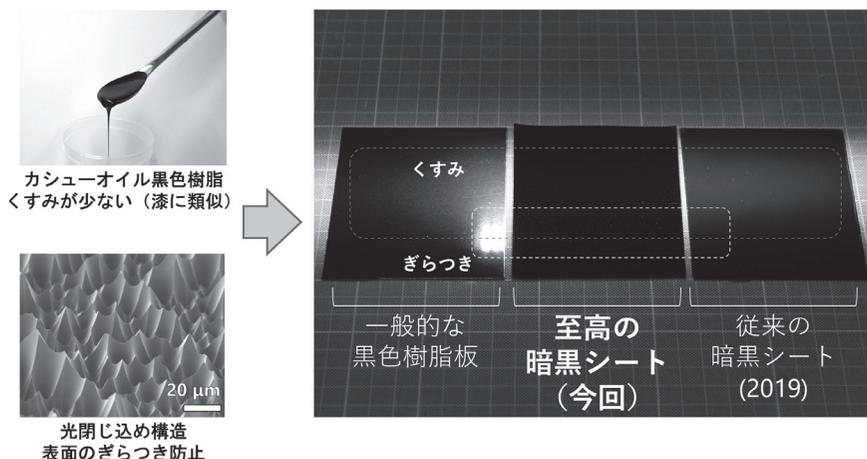
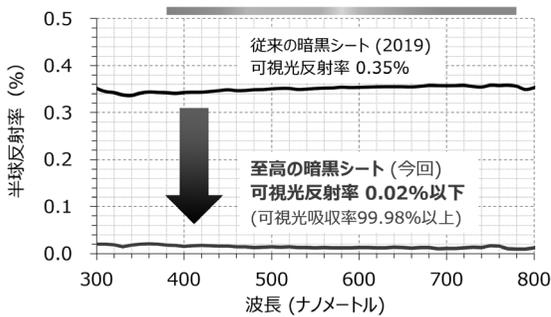
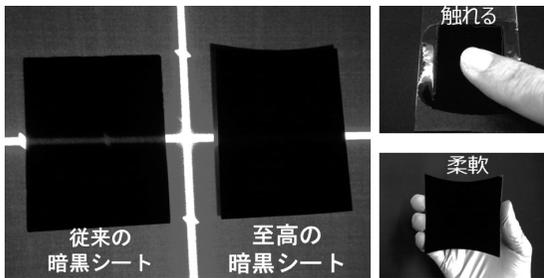

図3 開発した光吸収率99.98%以上の「至高の暗黒シート」。右の写真は、上からライン状の照明をあてた様子。「至高の暗黒シート」では、くすみ（散乱反射）もぎらつき（鏡面反射）も少ない深い黒を実現している。※産総研提供。
図4 至高の暗黒シートの反射率の波長特性（可視光領域）。論文¹に掲載された図（CC-BY 4.0）を改変。
図5 暗黒シートにクロスラインレーザーをあてている様子（左、産総研提供）、指で触れても性能劣化しづらく（右上）、柔軟なシートにもできる（右下）。※右上、右下は、論文¹に掲載された図（CC-BY 4.0）を改変。
その後、微細な凹凸構造を転写製造する方法も改良して（図1b, ③～⑥）、カシューオイル黒色樹脂に光閉じ込め構造を形成した「至高の暗黒シート」を作製しました（図3）。その結果、鏡面反射（ぎらつき）も散乱反射（くすみ）も抑えられ、従来の暗黒シートと比較して可視光の反射率が一桁以上低い0.02%以下（光吸収率99.98%以上、図4）をついに実現しました。筆者が黒い素材の研究を開始してから至高の黒にたどり着くまでに、10年の月日経っていました。レーザーポインターの光をあててもほとんど見えない様子（図5）を初めて目の当たりにした時は、筆者も思わず声が出てしまいました。ちなみに、これほど黒い至高の暗黒シートでも、肉眼で見ていると目が慣れてくるにつれ、レーザーポインターの光のわずかな反射がうっすらと見えてきます。それほどまでに、人間の目は黒さに敏感なのだと驚かされると同時に、至高の黒さを追い求めることの意義も感じさせます。
暗黒シートは、表面の光閉じ込め構造分の数十 μm の厚みが少なくとも必要ですが、柔軟なシートにすることが可能です（図5）。触っても性能が損なわれにくいことから、実用に適した素材と言えます。これほど黒く、有用な「至高の暗黒材料」は他に例がありません。さらに、カシューオイル黒色樹脂ほどではないものの、カーボンブラック顔料を用いない複合組成で低散乱な黒色基材が他にもいくつか見つかっています。必要な反射率や用途に応じて基材の選択肢があり、光閉じ込め構造を作製できるのも、新しく開発した暗黒シート技術の特長です。